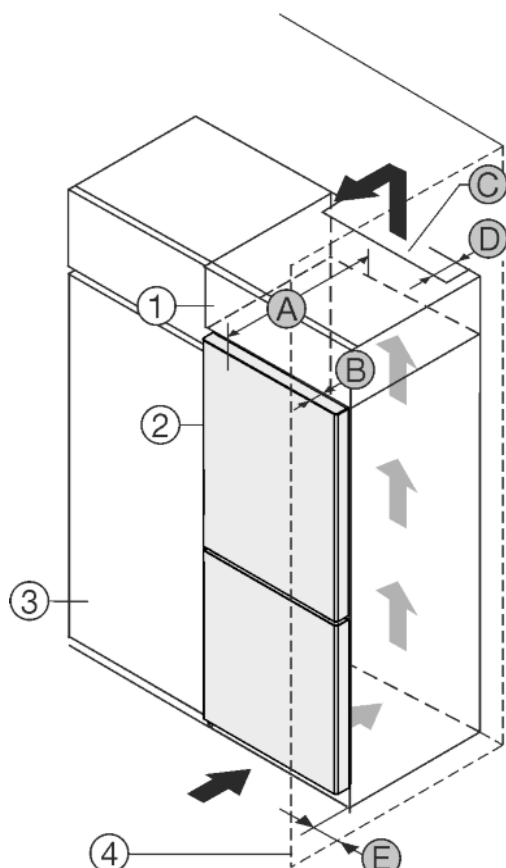

Fig. 1
Gerät direkt neben dem Aufsatzschrank *Fig. 1 (3)* aufstellen.*
Gerät mit Abstand von 5 cm zwischen Gerät und Küchenschrank *Fig. 1 (3)* aufstellen.*
An der Rückseite des Aufsatzschrankes muss ein Abluftschacht mit der Tiefe *Fig. 1 (D)* über die gesamte Aufsatzschrankbreite vorhanden sein.
Unter der Raumdecke muss der Entlüftungsquerschnitt *Fig. 1 (C)* eingehalten werden.
Wenn das Gerät mit den Scharnieren neben einer Wand *Fig. 1 (4)* aufgestellt wird, muss der Abstand zwischen Gerät und Wand mindestens 40mm betragen. Dies entspricht dem Griffüberstand bei geöffneter Tür.
Um die Tür vollständig öffnen zu können, muss Gerät um die Türtiefe *Fig. 1 (B)* gegenüber der Küchenschrankfront vorstehen. Abhängig von der Tiefe der Küchenschränke *Fig. 1 (3)* und Verwendung von Wandabstandshaltern kann das Gerät weiter herausragen.*
Um die Tür vollständig öffnen zu können, muss Gerät um die Türtiefe (B) gegenüber der Küchenschrankfront vorstehen. Abhängig von der Tiefe der Küchenschränke *Fig. 1 (3)* und Verwendung von Wandabstandshaltern kann das Gerät weiter herausragen.*